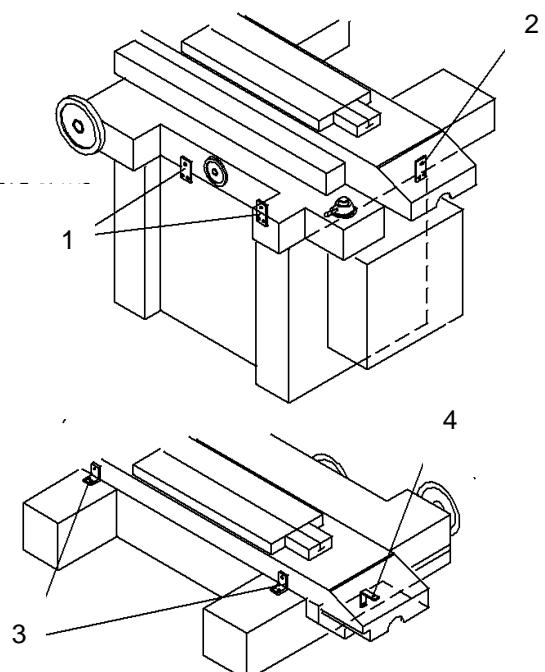

Рис.4.3
- (6) Перепроверьте еще раз все крепления и фиксаторы, смотри Рис.4.3.
- (7) Проверьте подъемный крюк.
(8) При перемещении грузчики должны держаться отдельно от станка, недопускать появления людей под поднимаемым грузом или в опасной близости от него.
- (9) Грузчики должны иметь соответствующую квалификацию и допуск к проведению работ.
(4) Перепроверьте еще раз все крепления и фиксаторы, смотри Рис.4.3.
(5) Оператор погрузчика должен иметь соответствующую квалификацию и допуск к работам.
На Рис.4.3 показано место установки 3х фиксирующих винтов - M8x1,25P.